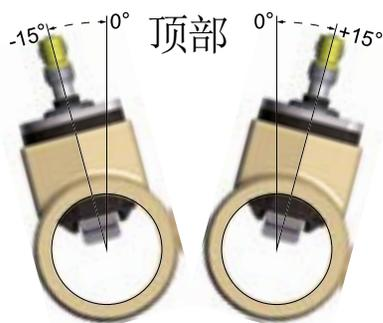

图 32
- 定位流量计, 将连接器朝上 (图 32)。
重要事项：超过 $\pm 15^\circ$ 倾斜角安装泡沫歧管可能会导致读数不准确(图 32)。